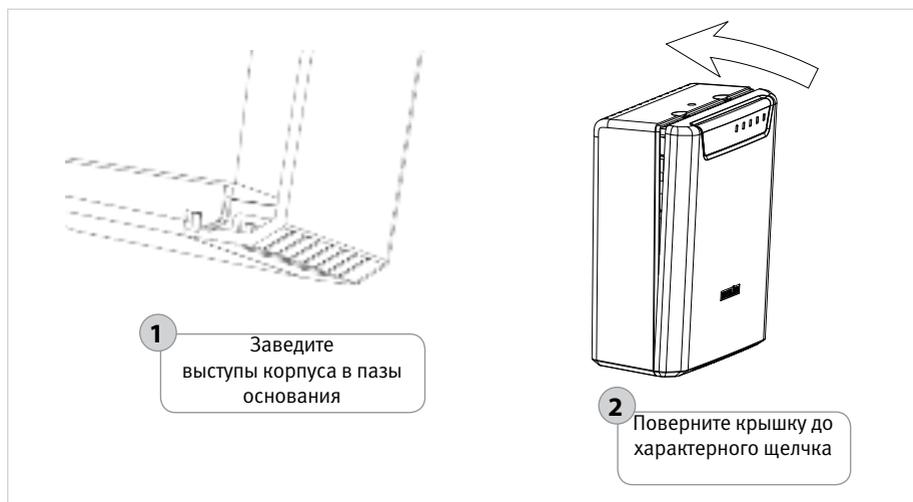

Рисунок 30. Установка крышки
6. Закройте крышку блока (см. рис. 30). Для этого заведите зацепы нижней части крышки в пазы на корпусе, затем закройте крышку до щелчка.